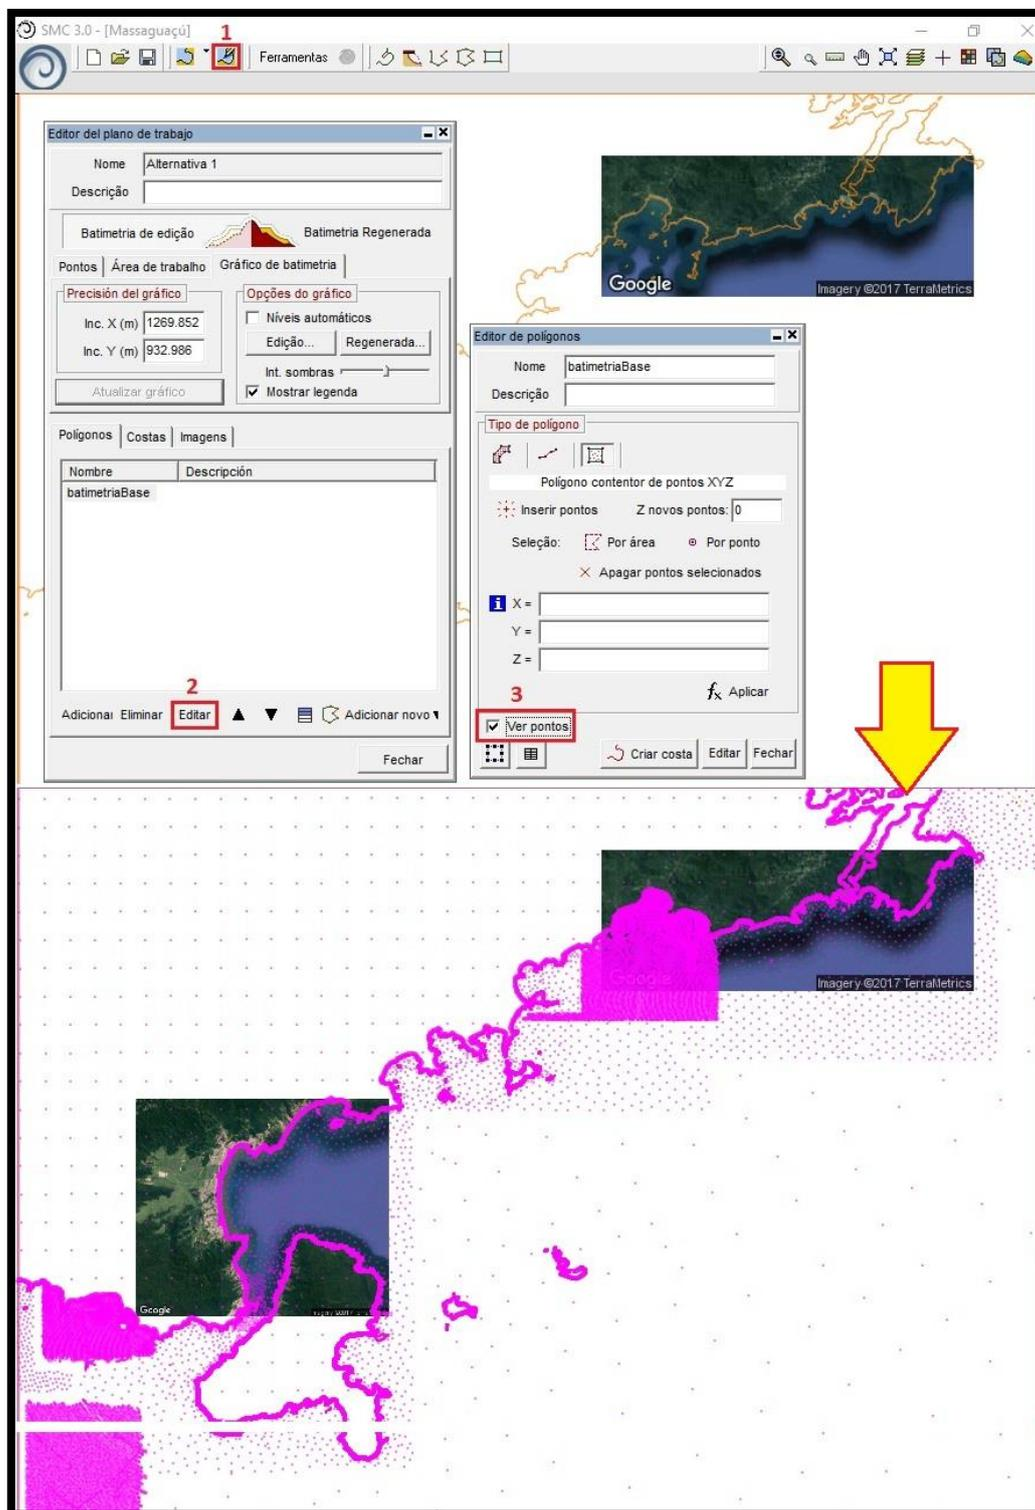

Figura 7 – Editor de Polígono da batimetria base (ativação da visualização de pontos batimétricos).
- No menu principal (barra superior) selecionar o botão () (Editor do plano de trabalho) (1) como na Figura 7.
- No editor do plano de trabalho, selecionar a subpágina polígonos e clicar em “BatimetriaBase”; pressionar o botão “Editar” (2) (permite alterar o polígono da batimetria base correspondente aos pontos batimétricos das cartas náuticas da área de trabalho selecionada). Neste editor, ativar “ver pontos” (3) e imediatamente na interface gráfica aparecerão todos os pontos batimétricos digitalizados de tais cartas (Figura 7). Posteriormente “Fechar”.